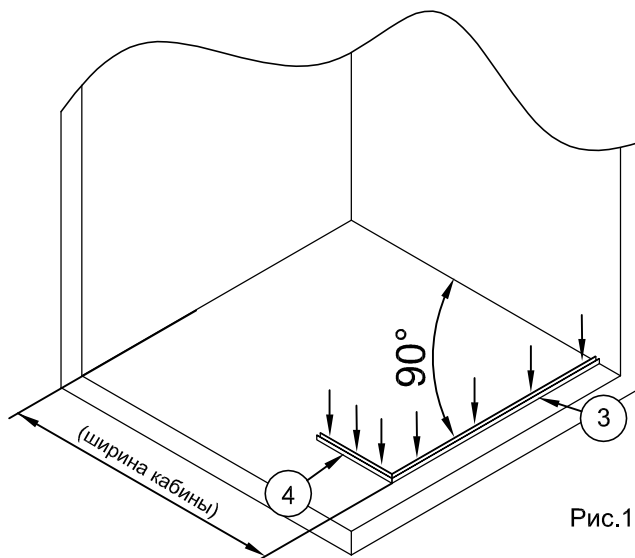

Рис.1
Прижмите профиль №3 к стене под прямым углом (рис.1). Торец профиля обрезанный под углом 45° на внешнем от стены крае. К внешнему торцу профиля №3 под прямым углом приставить профиль №4. Торцы обоих профилей обрезанные под углами 45° должны совпадать (рис.1).
1.2. Карандашом или фломастером проведите разметку мест сверления отверстий под дюбели, используя отверстия в профилях №3 и №4 для их крепления (рис. 1).